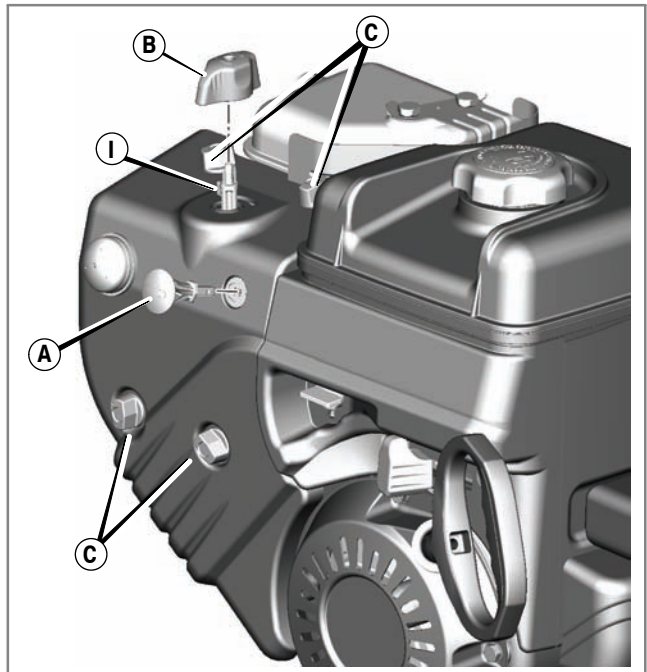
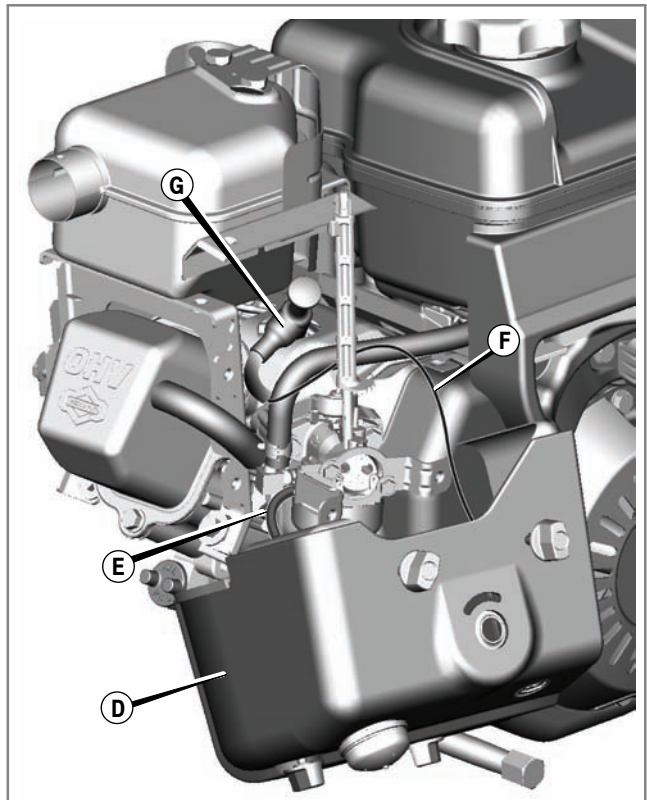

Figura 14
Figura 15
1. Togliere la chiave di sicurezza (A). Tenere la chiave di sicurezza fuori dalla portata dei bambini. Vedere Figura 14.
3. Togliere le viti di fissaggio (C).
4. Togliere con cura la protezione per la neve (D). Non scollegare il tubo in gomma del primer (E) o il cavetto dell'interruttore di arresto (F) (Figura 15).
5. La candela (G) a questo punto è accessibile.
7. Rimontare la protezione sul motore e fissarla con le viti (Figura 14).
8. Installare il pomello di comando dell'aria sull'alberino di comando (I).